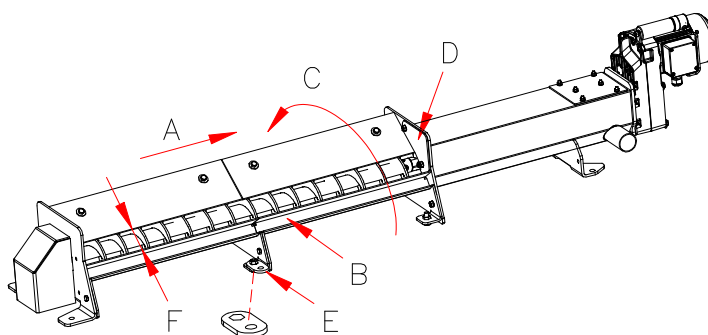

Fig: 1
Il trogolo della coclea deve essere orientato in modo allineato con la linguetta a pavimento (E) Fig. 1 ed essere avvitato dritto senza inclinazione o alzata del trogolo sul pavimento.